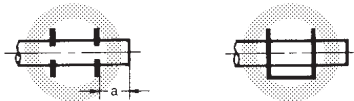

图1
- ① 电线已切实插入压接插槽。
- ② 电线被压入2个压接插槽的中心部位。[图1]
- ③ 电线压接余量充足。(a)